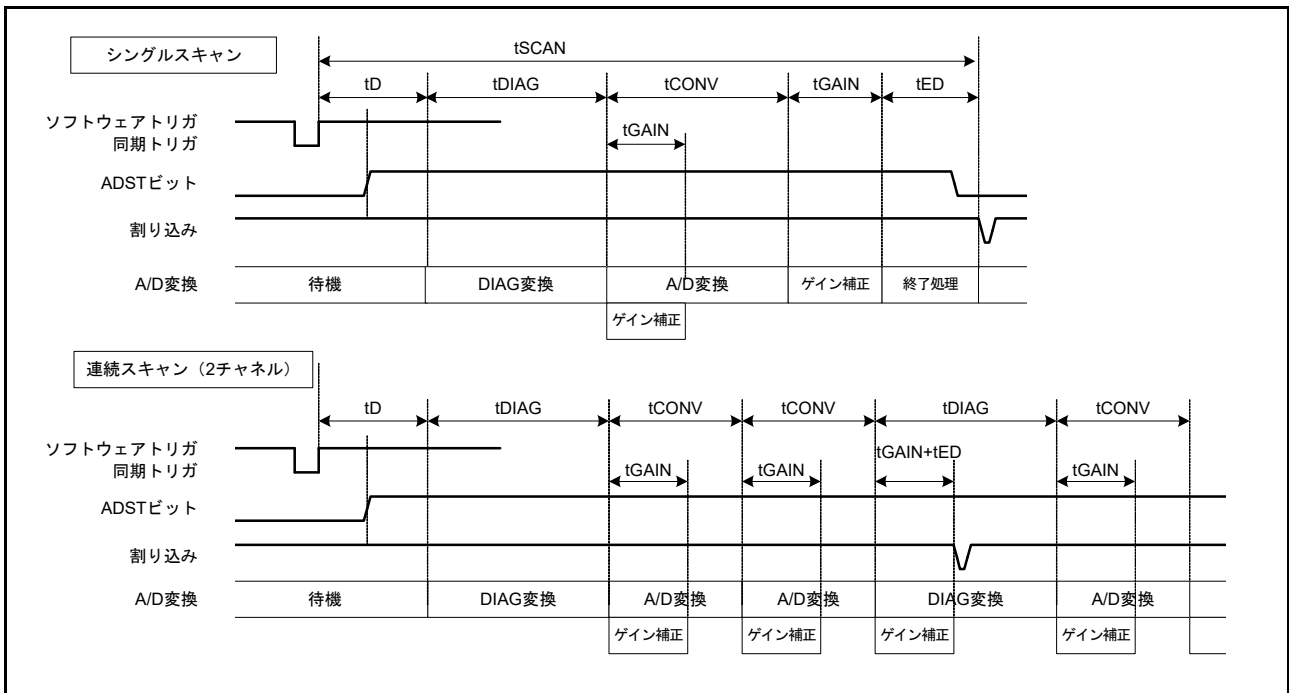
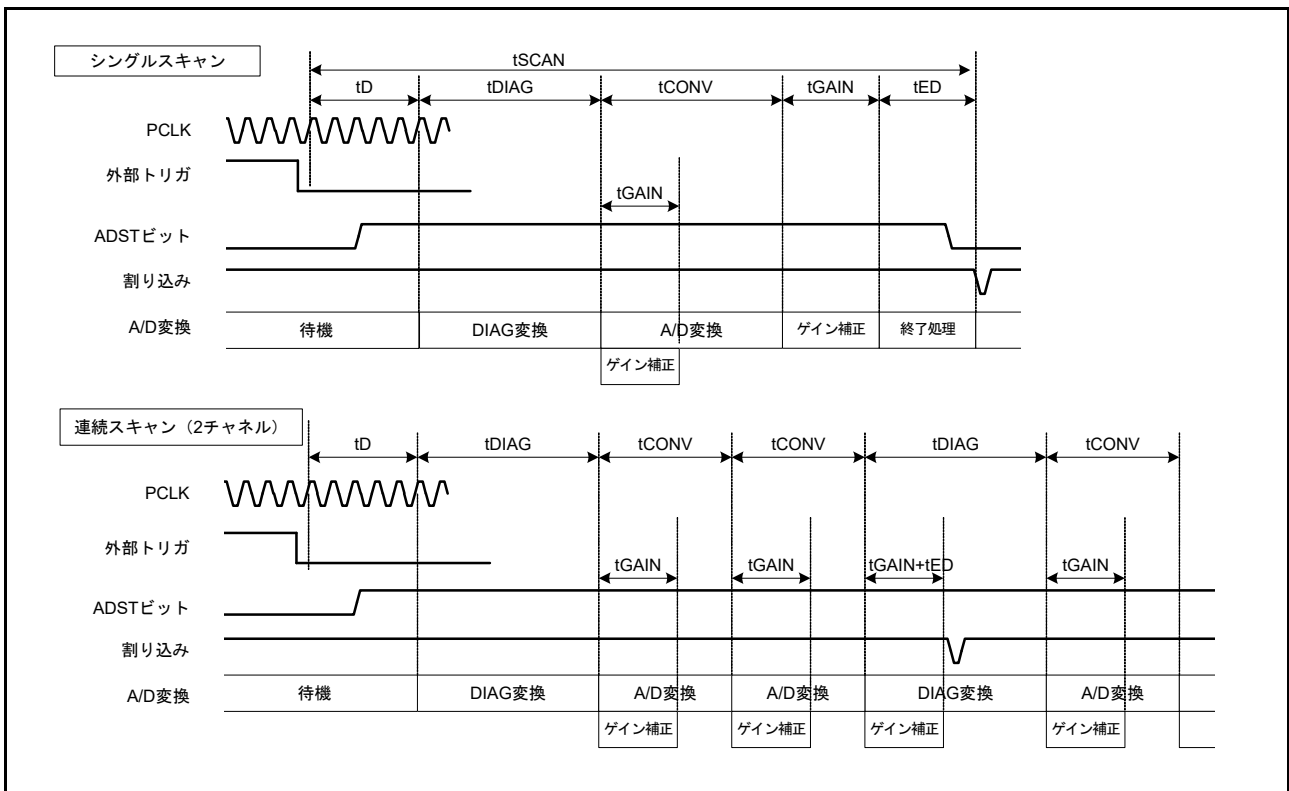

図 32.28 スキャン変換のタイミング (ソフトウェア起動、同期トリガ入力 (ELC) 起動の場合)
図 32.29 スキャン変換のタイミング (非同期トリガ入力 (ADTRG0) 起動の場合)
図 32.28 に、ソフトウェアトリガまたは同期トリガ (ELC) 起動によりスキャン変換を行う場合のタイミングを示します。また、図 32.29 に、非同期トリガ (ADTRG0) 起動によるスキャン変換を行う場合のタイミングを示します。スキャン変換時間 (t_{SCAN}) はスキャン変換開始遅延時間 (t_D)、断線検出アシスト処理時間 (t_{DIS}) (注 1)、自己診断変換時間 (t_{DIAG}) (注 2)、A/D 変換処理時間 (t_{CONV})、ゲイン補正時間 (t_{GAIN}) およびスキャン変換終了遅延時間 (t_{ED}) を含めた時間となります。
- 注 1. t_D 、 t_{DIAG} 、 t_{CONV} 、 t_{GAIN} 、 t_{ED} 各タイミング例については、図 32.28 および図 32.29 を参照してください。 t_D および t_{ED} は最大時間です。